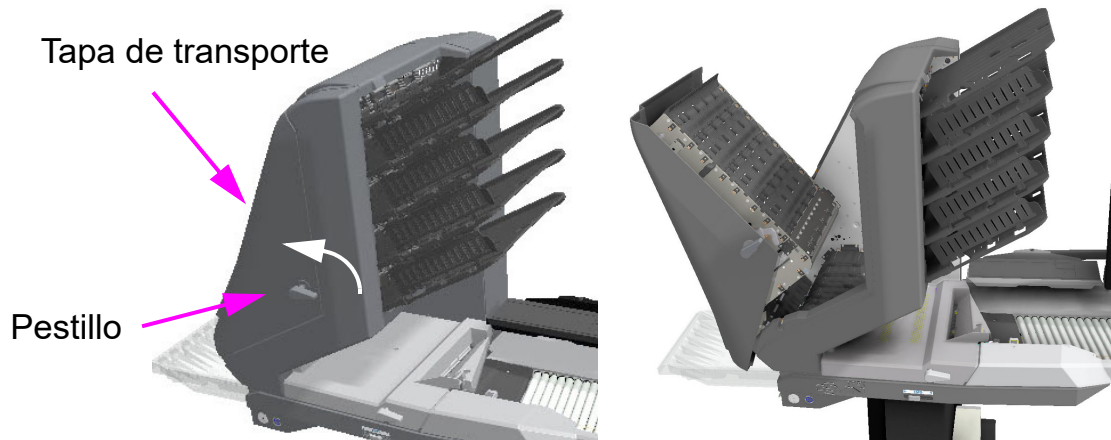

Figura 4-37: Apertura de la tapa de transporte
1. Gire el pestillo de transporte en sentido contrario a las agujas del reloj y retire la tapa de transporte del escáner (Figura 4-37).